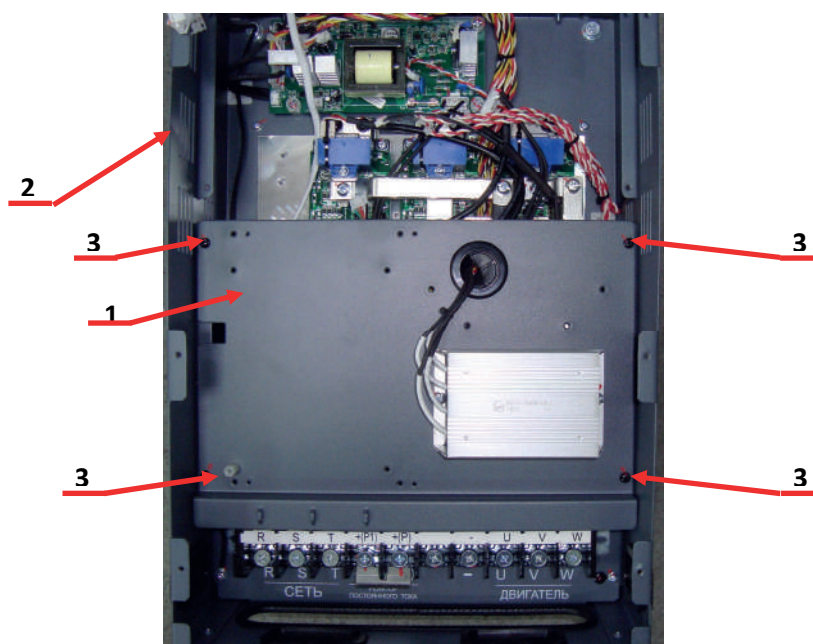

Рис.7.32
- 7.11.1. Установить **монтажную панель 1** поз.1 в корпус преобразователя частоты поз.2 и закрепить её винтами поз.3 (рис.7.32).